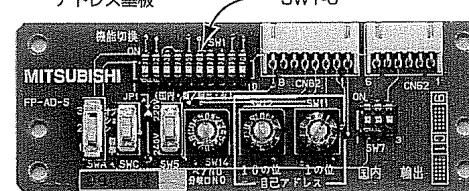

図6
6.アドレス基板上のディップスイッチ(SW1-6)をONにしてください。(図6)